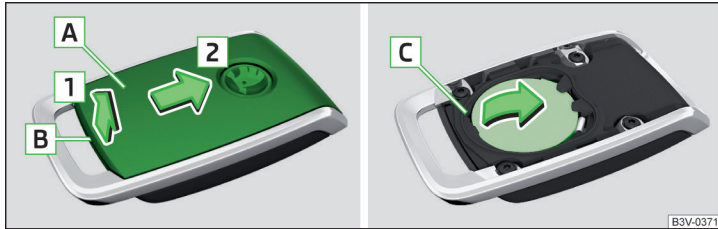

Fig. 351 Ridicarea capacului / scoaterea bateriei
- Cu o șurubelniță dreaptă subțire, desprindeți capacul [A] în zona [B] » fig. 351.